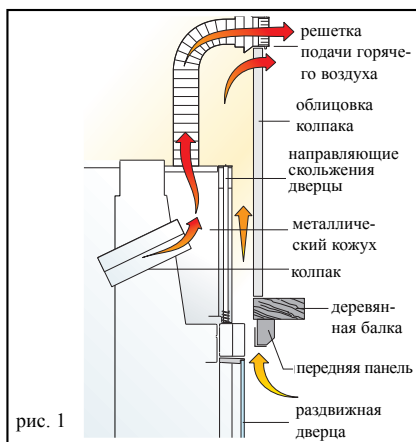

рис. 1
**Облицовки, облицовки колпаков и их вентиляция (рис. 1)**